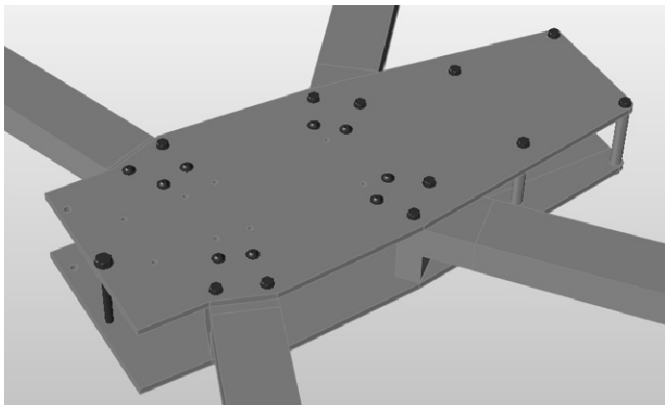

图 11-16
2) 单击操作栏上的创建所有螺栓连接，Inspire 将自动在通孔中放入螺母和螺栓，在盲孔中放入螺栓，如图 11-16 所示。